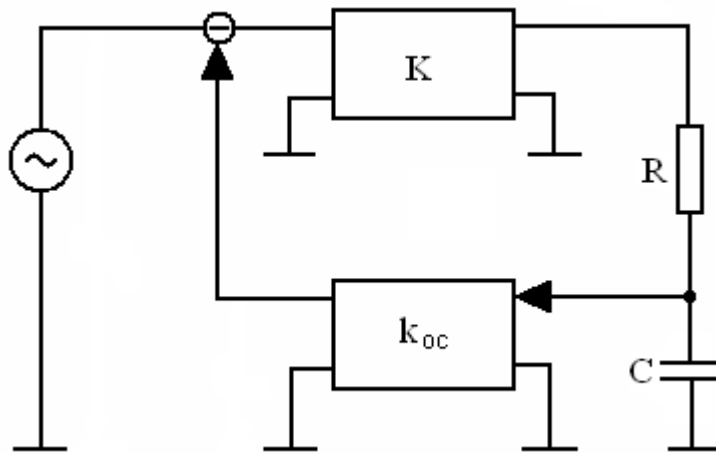
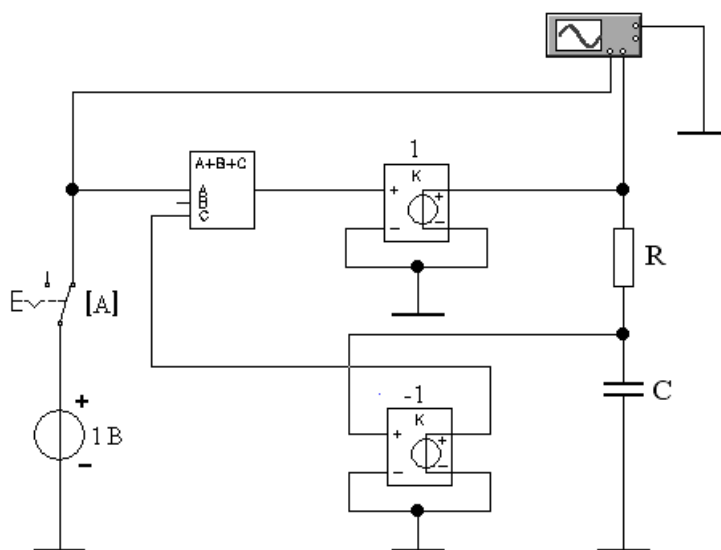

Рис.4.2. Схема усилителя с обратной связью
Рис.4.11. Схема для исследования переходной характеристики
Пусть задана следующая схема усилителя с обратной связью (рис.4.2).
Найдем переходную характеристику $h(t)$ усилителя, представленного на рис.4.2. Выше была определена передаточная функция
При моделировании на компьютере усилителя (рис.4.2) для исследования ЛАЧХ и ЛФЧХ с использованием Electronics Workbench зададим для примера следующие параметры: $U_{\text{вх}}=10 \text{ мВ}$; $f=1 \text{ кГц}$; $K=1$; $k_{\text{OC}}=1$; $R=10 \text{ кОм}$, $C=100 \text{ мкФ}$.
При моделировании на компьютере усилителя (рис.4.2) для исследования переходной характеристики необходимо построить на экране монитора схему, представленную на рис.4.11. Переключатель (**Switch**) берется из набора Базис (**Basic**). При открытии его свойств (**Component Properties**) надо задать в окне **Ключ (Key)** букву (например, английскую **A**), с помощью которой будете осуществляться переключение. Переключение производится нажатием на клавишу заданной буквы и только при активированном переключателе (выделен красным цветом).
1. Вывести формулы передаточной функции, АЧХ, ФЧХ и переходной характеристики для схемы усилителя с обратной связью, представленной на рис.4.2;
3. Набрать на рабочем поле схему на рис.4.11;